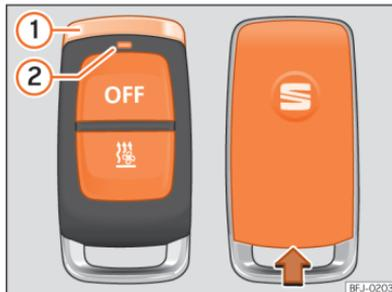

Abb. 95 Standheizung: mit Funkfernbedienung
Die LED der Funkfernbedienung  (Abb. 95)  zeigt dem Nutzer nach einem Tastendruck verschiedene Zustände an:
- Funkfernbedienung mit dem verchromten Stift »» [Abb. 95] ① senkrecht nach oben halten.
- Geeignetes Werkzeug, z. B. Schraubendreher, in Pfeilrichtung in die Aussparung des Gehäuses der Funkfernbedienung stecken »» [Abb. 95].
- Abdeckung entgegen der Pfeilrichtung schieben, bis sie einrastet »» [Abb. 95].